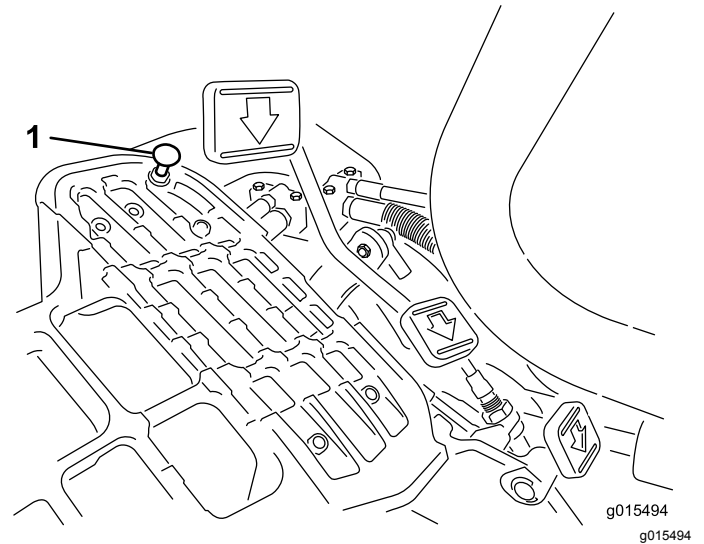

Figura 36
Para obtener la velocidad máxima de transporte, ponga la palanca de control funcional en la posición de TRANSPORTE y pise el pedal de tracción. Si el pedal toca el tope (Figura 36) antes de que se note tensión en el cable, ajústelo como se indica a continuación:
1. Ponga la palanca de control funcional en la posición de TRANSPORTE y afloje la contratuerca que fija el tope del pedal a la chapa del suelo (Figura 36).